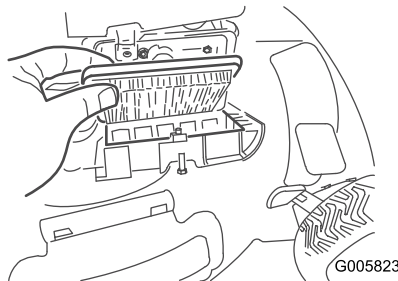

Figure 33
2. Remplacez le filtre à air (Figure 33).